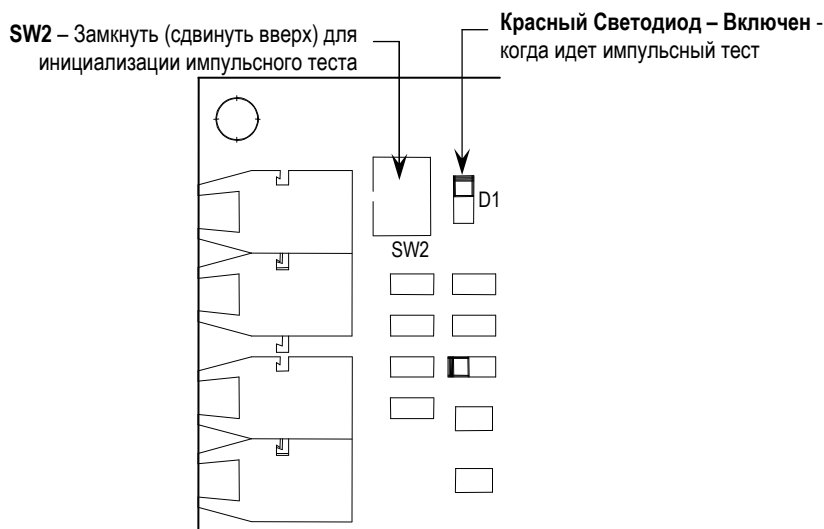

Рис. 3.3 Интерфейсная плата
12. Разомкните переключатель **SW2** на интерфейсной плате (см. рис.3.3) перед вводом устройства в работу. Проверьте, что красный диод не светится.